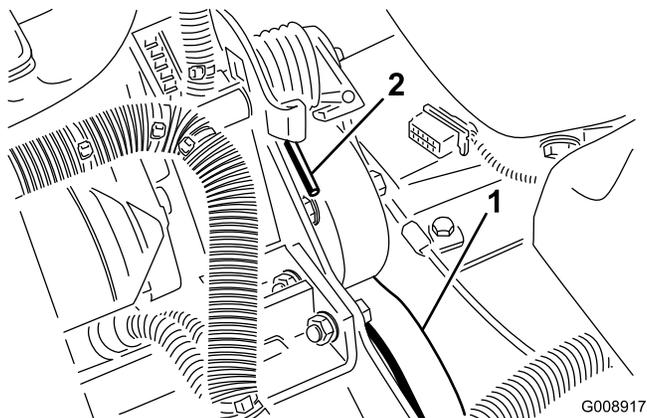

Figure 55
- Appuyez sur l'extrémité du ressort (Figure 55) et poussez-la vers l'avant pour décrocher le ressort du support et le détendre.